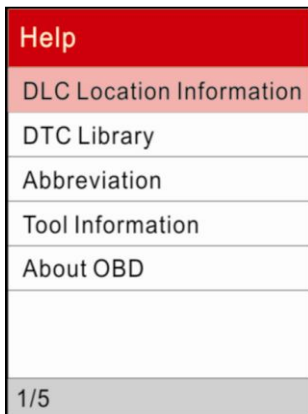

Abbildung 7-5
7. Wählen Sie [Tool Information] (=Werkzeuginformation) und drücken Sie dann auf [OK]. (Abbildung 7-5)